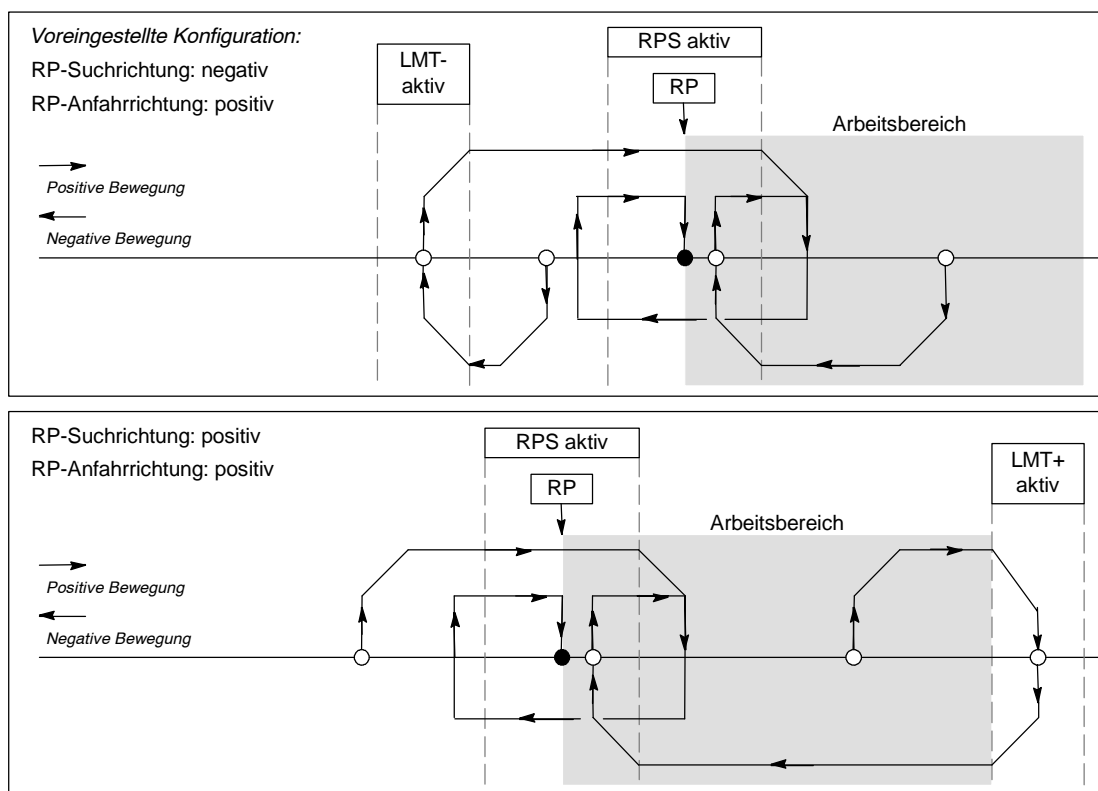

Bild 9-22 RP-Suche: Modus 2
- ☐ Bild 9-22 zeigt zwei der Optionen für den RP-Suchmodus 2. In diesem Modus wird die Lage des RP im Mittelpunkt des aktiven Bereichs des Eingangs RPS ermittelt.